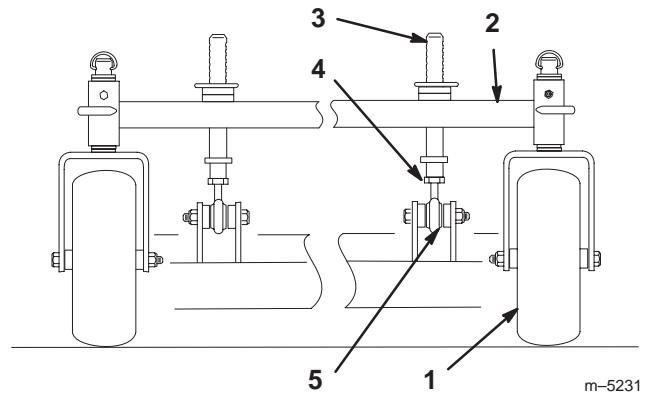

Bild 51
1. Durch Justieren der vorderen Schnitthöhen-Einstellpfosten lässt sich die Neigung von vorne nach hinten einstellen (Bild 51).
2. Lockern Sie zum Anheben der Vorderseite des Schneidwerks die Klemmmutter und drehen den vorderen Stift im Uhrzeigersinn (Bild 51).
3. Lockern Sie zum Absenken der Vorderseite des Schneidwerks die Klemmmutter und drehen den vorderen Stift entgegen dem Uhrzeigersinn (Bild 51).